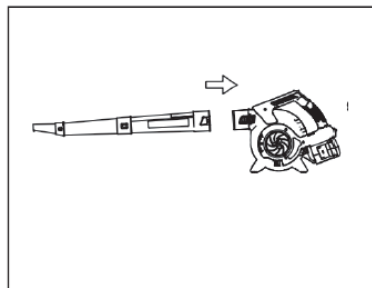

Fig.3
- Acum împingeți țeava de suflare (5) pe orificiul de suflare al carcasei motorului (1) până când țeava de suflare (5) se fixează în poziție. (Fig. 3)
- Demontați țeava de suflare (5) apăsând butonul de blocare (6) și trăgând de ea.